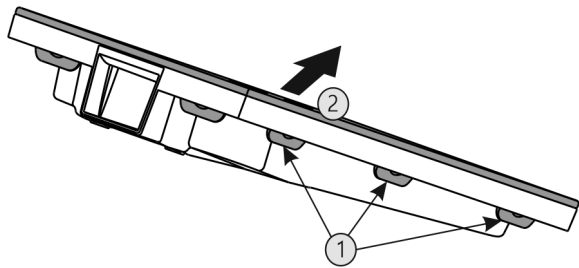

Fig. 40
- ▶ Presionar una tras otra todas las lengüetas Fig. 40 (1) y retirar la cubierta Fig. 40 (2).